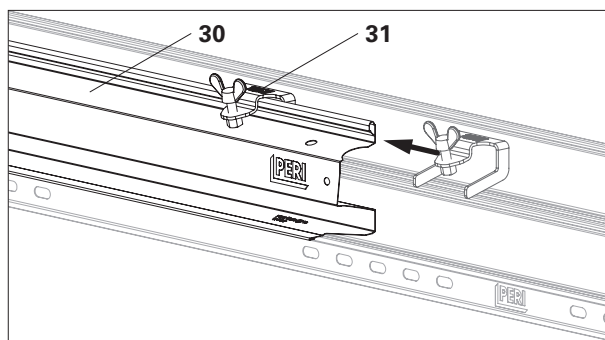

Fig. A5.06a
1. Far scorrere l'elemento di compensazione per tavola fermapiede UPY-L (31) sulla prima tavola fermapiede UPY (30). (Fig. A5.06a)
2. Inserire la seconda tavola fermapiede UPY (30), sovrapponendola, tra la tavola fermapiede UPY e l'elemento di compensazione UPY-L.